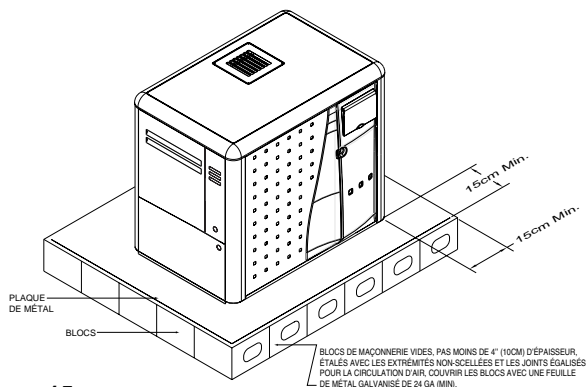

Figure 15.
- Construire une base non combustible à partir de blocs de maçonnerie comme le montre l’illustration, voir figure 15.